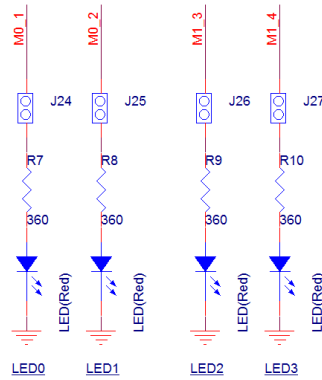

图 1-8 EVB LED 部分原理图
1). **标记 16:** 4 路独立的 LED，如图 1-8，用于客户 APP 开发使用，使用时，请确保相应跳线帽（J24~J27）连接正确。